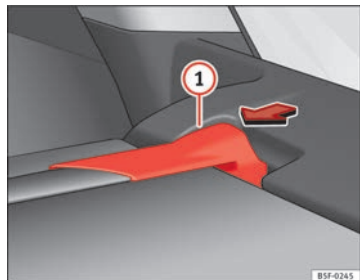

Fig. 95 No porta-bagagens: desmontar a chapeleira
- Pressione o suporte da chapeleira ⇒ Fig. 95 ① no sentido da seta.
- Encaixe o suporte da chapeleira ⇒ Fig. 95 ① no alojamento direito.
- Verifique se o suporte ⇒ Fig. 95 ① está correctamente encaixado.